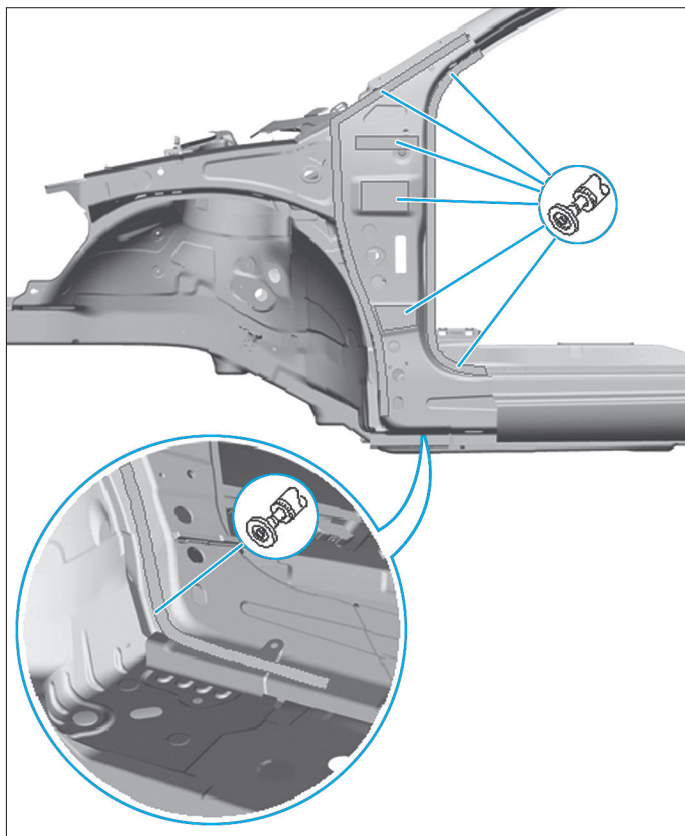

FIG. 42
- Préparer les zones d'accostage, éliminer entièrement les restes de colle et poncer à nu les surfaces de collage (Fig.42).